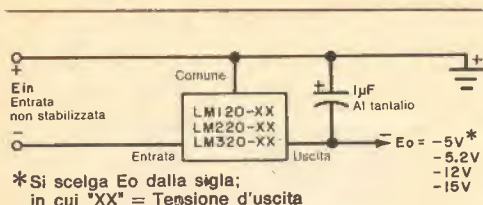

Fig. 2 - Circuito base di stabilizzatore con un circuito integrato LM120.
**STABILIZZATORI DI TENSIONE A TRE TERMINALI** - Gli stabilizzatori di tensione sono la novità dell'anno e la semplicità è la loro caratteristica più importante. La ditta National Semiconductor ha recentemente presentato la sua serie LM120. Si tratta di stabilizzatori negativi a 3 terminali con tensioni d'uscita predisposte di -5 V, -5,2 V, -12 V e -15 V per correnti fino a 1,5 A (ved. fig. 2). I dispositivi sono protetti contro i cortocircuiti ed i sovraccarichi termici; hanno una stabilizzazione di 50 mV al carico e di 0,5 mV/V per la rete. Vengono offerti in involucri TO-5(H) e TO-3(K).